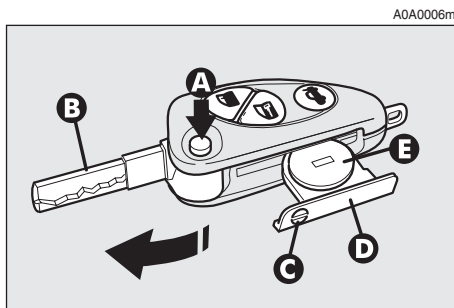

fig. 5
- pulse la tecla (A-fig. 5) y ponga la pieza metálica (B) en posición de apertura;
- utilizando un destornillador de punta fina, gire el dispositivo de apertura (C) y saque el portapilas (D);
- cambie la pila (E) respetando las polaridades indicadas;
- vuelva a colocar el porta pilas en la llave y bloquéelo, girando el dispositivo (C).